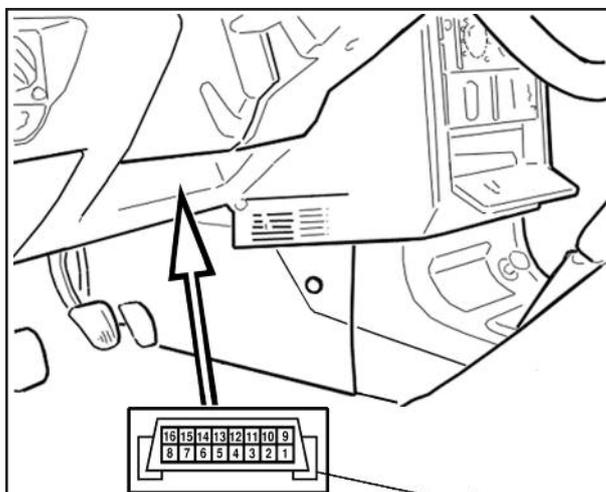

Рис. 2.3-01. Расположение колодки диагностики в салоне автомобилей семейства LADA 110:
5) обеспечение взаимодействия с диагностическим оборудованием. О наличии неисправности система бортовой диагностики сигнализирует включением сигнализатора. Затем система бортовой диагностики должна обеспечить при помощи специального оборудования получение диагностической информации, хранящейся в памяти контроллера. Для этого в системе управления двигателем организован последовательный канал передачи информации, в состав которого входят контроллер ЭСУД, стандартизованная колодка для подключения диагностического прибора (рис. 2.3-01, 2.3-02), и соединяющий их провод (К-ли-